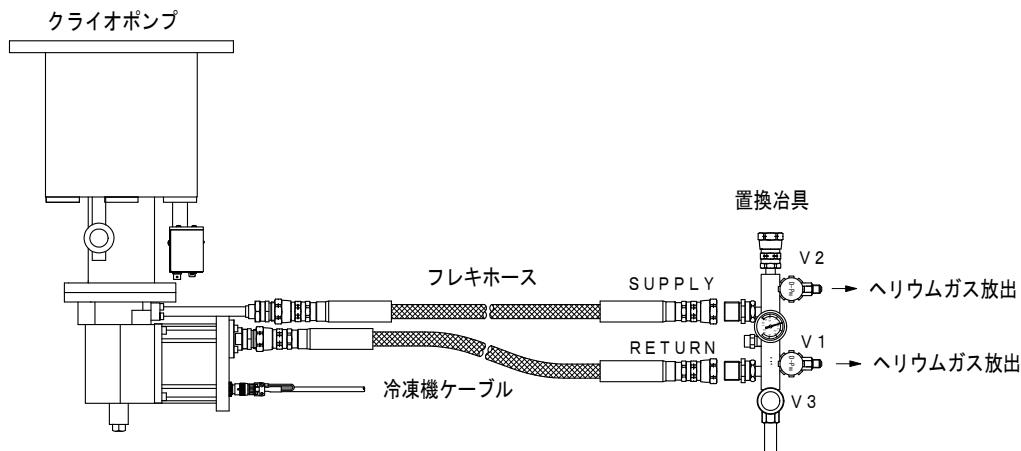

図 8-3 置換治具の接続
4. SUPPLY、RETURN のフレキホースを置換治具に接続してください（図 8-3）。